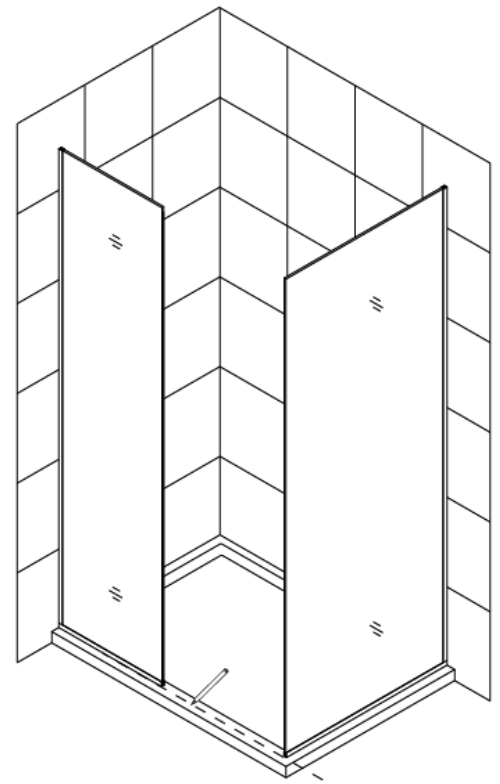

Fig. 7
REMARQUE: Ce modèle est entièrement réversible. Une installation de **panneau de retour du côté droit est illustrée** à la Fig. 7 Pour une installation avec le panneau de retour du côté gauche, inversez simplement l'orientation de l'installation et commencez sur le mur opposé.
- Le centrage des panneaux sur le seuil est acceptable. Cependant, pour un alignement adéquat, il est recommandé d'installer d'abord le panneau de retour (par exemple, le panneau de droite sur la Fig. 7) afin de pouvoir aligner le deuxième panneau. Vous devrez tracer une ligne sur le seuil pour déterminer la position du deuxième panneau.
Consultez la Fig. 7 pour plus de détails